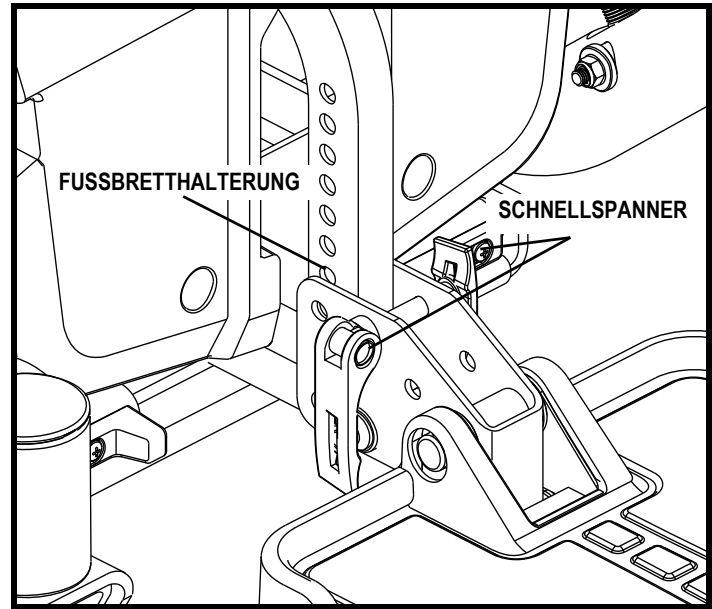
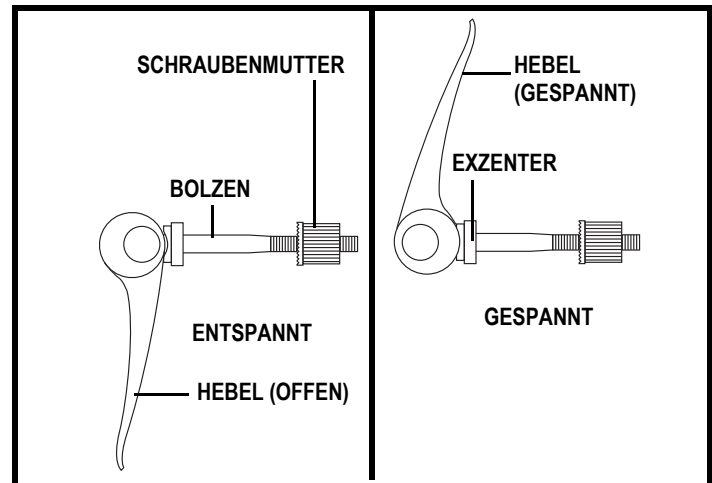

Abb. 20. Verstellung des Fußbrettst
Abb. 21. Bedienung des Schnellverschlusses
1. Die Schnellspanner von der Fußbretthalterung abnehmen. **Siehe Abbildung 20.** Die Schnellspanner wieder an der Fußbretthalterung anbringen und spannen.
1. Die Schnellspanner von der Fußbretthalterung abnehmen. **Siehe Abbildung 20.**
**Schnellverschlüsse:** Die Schnellverschlüsse verhindern ein übermäßiges Spiel in der Sitzstütze. **Siehe Abbildung. 20.** Der Schnellverschluss besteht aus einem Bolzen, einem Hebel und einer Schraubenmutter. **Siehe Abbildung. 21.** Der Hebel hat an einem Ende einen Exzenter, der den Verschluss in der Position hält. Der Schnellverschluss kennt zwei Positionen: gespannt und entspannt. Wenn der Hebel geöffnet ist, ist der Schnellverschluss entspannt. Wenn der Hebel geschlossen ist, ist der Schnellverschluss gespannt.